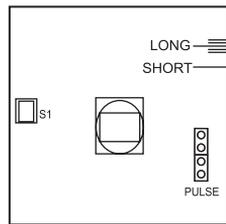

Рис. 4
- При размере помещения 6-10 м: установите плату на указатель **LONG**. Для этого совместите указатель на корпусе извещателя с отметкой **LONG** и закрепите фиксирующим шурупом (Рис.4).